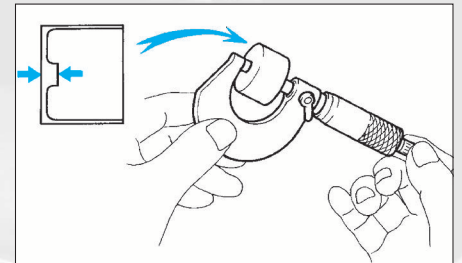

FIG. 23
- À l'aide d'un micromètre, mesurer l'épaisseur du poussoir à remplacer (fig. 23).